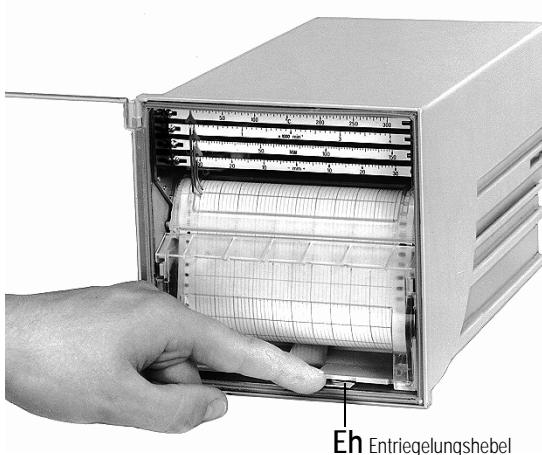
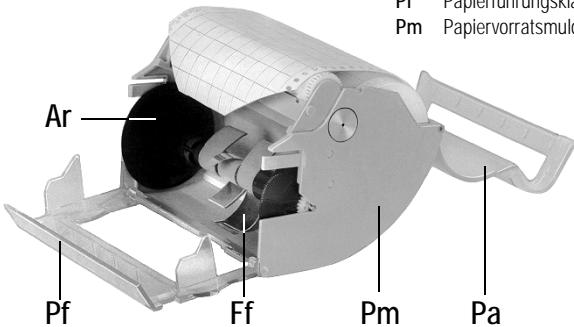
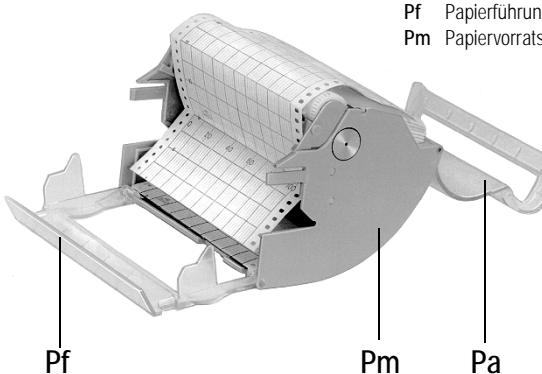

Bild 5 Schreibtisch entriegeln
Bild 6 Schreibtisch für Rollstreifen
Bild 7 Schreibtisch für Faltstreifen
1.5.1 Schreibtisch für Rollstreifen (siehe Bild 5 und Bild 6)
1. Schreibtisch entriegeln: Entriegelungshebel **Eh** nach unten drücken (siehe Bild 5). Schreibtisch schwenkt nach vorne. Schreibtisch herausnehmen.
1.5.2 Schreibtisch für Faltstreifen (siehe Bild 5, Bild 6 und Bild 7)
Beim Umstellen des Schreibtisches für Rollstreifen auf Faltstreifen Führungsfeder **Ff** herausnehmen (siehe Bild 6).
1. Schreibtisch entriegeln: Entriegelungshebel **Eh** nach unten drücken (siehe Bild 5). Schreibtisch schwenkt nach vorne.